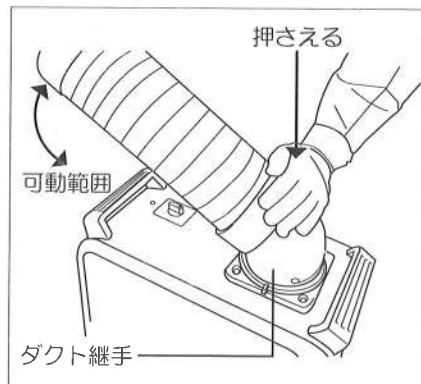

図5
- ②ダクト継手を手で押さえ、冷風吹き出しダクトを静かに可動範囲内で任意の上下位置に合わせます。(図5参照)
- ③無理な折り曲げをしないでください。吹き出しダクト・ダクト継手の破損の原因になります。
- ④冷風吹き出しダクトの中に物を落としたり、棒などを差し込んだりしないでください。破損・故障の原因になります。